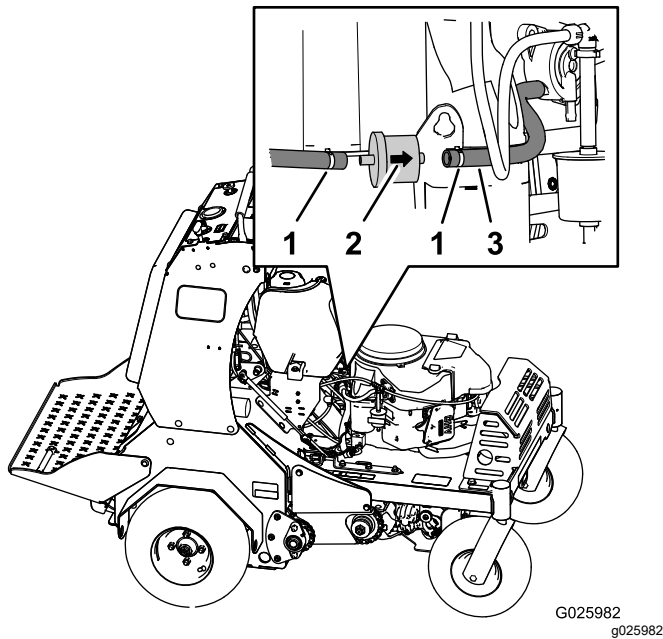

Figure 37
3. Pincez les extrémités des colliers et éloignez les colliers du filtre (Figure 37).
4. Détachez le filtre des conduites de carburant (Figure 37).
5. Posez le filtre neuf en orientant la flèche du sens d'écoulement comme montré à la Figure 37.
6. Alignez les colliers sur le flexible et les raccords du filtre à carburant (Figure 37).